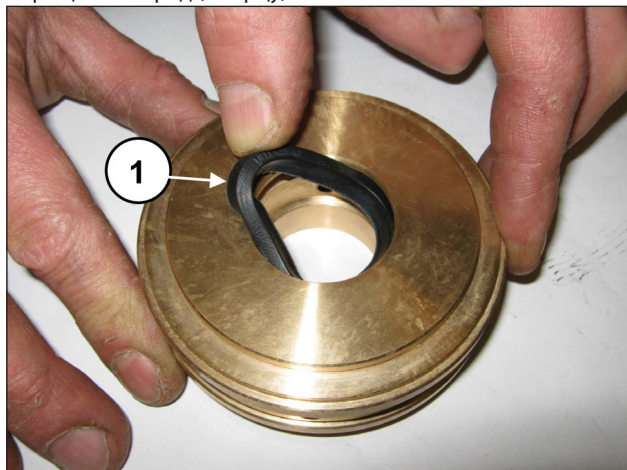

Рис. 181
Вставьте уплотнение низкого давления в опору уплотнения (поз. ①, Рис. 181) так, чтобы уплотнительная кромка была обращена вперед (к торцу).